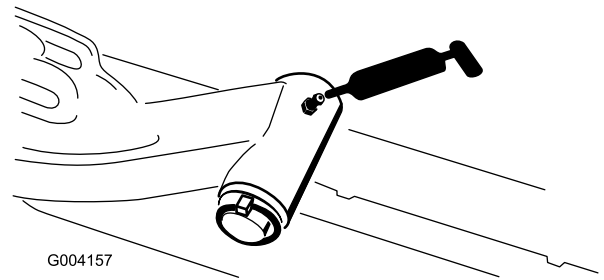

Рисунок 46
- Оси поворота подъемного рычага (по 1 шт.) (Рисунок 46)